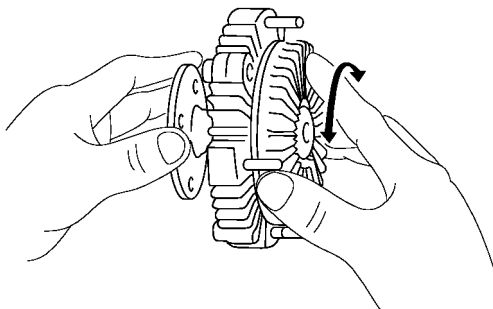

图 4-4 检查液力耦合器
(2) 检查液力耦合器。检查液力耦合器是否损坏和渗漏硅油，用手转动法兰盘时，不应有松动或发卡，如图 4-4 所示。